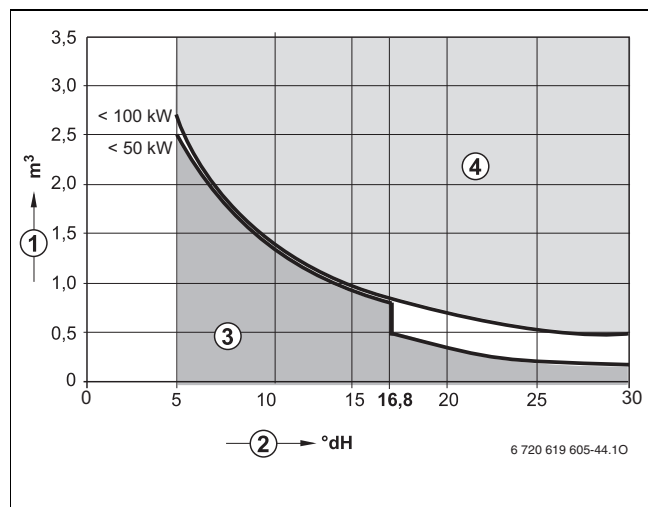

Fig. 6 Requisiti dell'acqua di riempimento per caldaie singole fino a 100 kW
- Utilizzare esclusivamente acqua di rubinetto non trattata (osservare il diagramma in fig. 6).
Per il controllo delle quantità di acqua ammesse in funzione della qualità dell'acqua di reintegro è necessario il diagramma della fig. 6.
- Se la quantità di acqua di riempimento effettivamente necessaria è maggiore del volume di acqua durante il ciclo di vita utile (→ fig. 6), allora sarà necessario trattare l'acqua. A tal fine, potranno essere utilizzati solo prodotti chimici, prodotti per il trattamento dell'acqua e simili consentiti da Buderus.